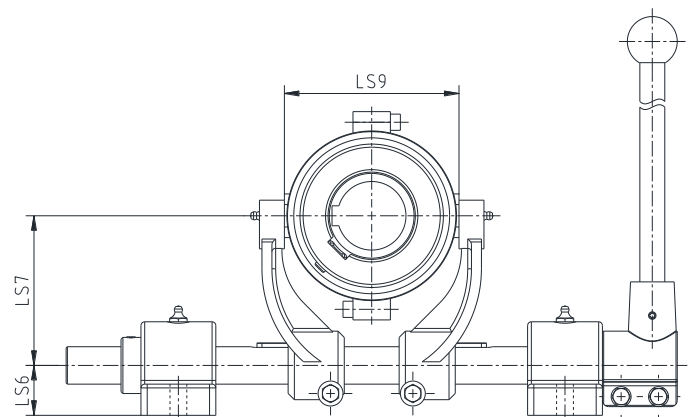

Fig. 13
- Alignez les fourches de commande, l'arbre (pièce 3.3) et le palier (pièce 3.4) avec le collier. Respectez les cotes LS7 et LS9 (voir figure 13 et tableau 3). Veillez à ce que les fourches de commande s'appliquent uniformément contre les tourillons du collier.